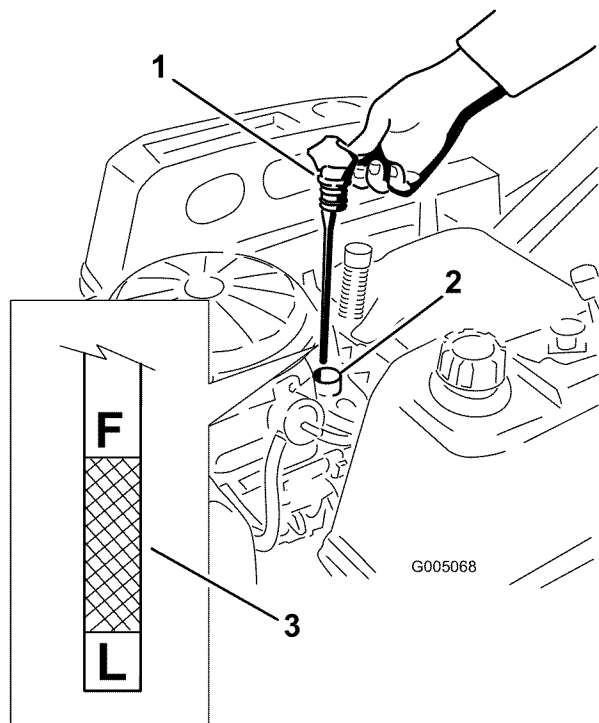
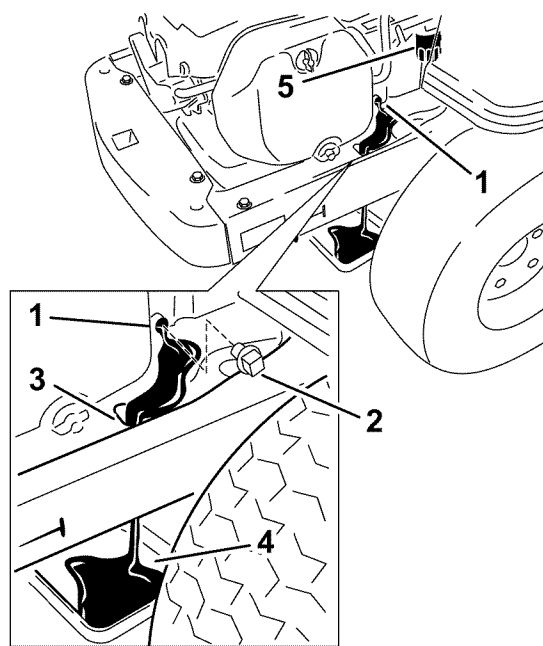

Figura 23
Figura 24
4. Retire el tapón de llenado/varilla de aceite y límpielo. Vuelva a colocar la varilla y empuje firmemente para asentarla en su lugar (Figura 23).
5. Retire la varilla y compruebe el nivel de aceite. (Figura 23).
5. Limpie la zona alrededor del tapón de vaciado del bastidor de la máquina. Coloque un recipiente debajo de la máquina, directamente debajo del orificio de vaciado del bastidor, según se muestra en Figura 24.
6. Retire el tapón de vaciado de aceite (Figura 24). Retire el tapón de llenado/varilla (Figura 23).
8. Retire el filtro usado y limpie con un paño la superficie de montaje (Figura 24).
9. Cuando se haya drenado completamente el aceite, coloque el tapón de vaciado. Apriete el tapón a 14 Nm (125 pulgadas-libra). Limpie cualquier exceso de aceite del bastidor (Figura 24).
13. Vierta lentamente un 80% aproximadamente de la cantidad especificada de aceite por el tubo de llenado (Figura 23).
14. Coloque firmemente el tapón de llenado/varilla (Figura 23).
15. Compruebe el nivel de aceite (Figura 23); consulte Verificación del nivel de aceite.
17. Coloque firmemente el tapón de llenado/varilla (Figura 23).